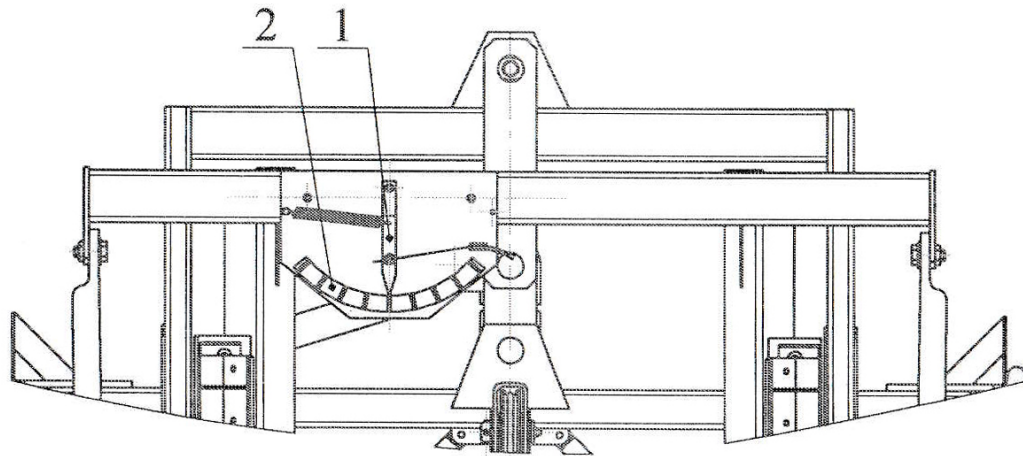

Рис. 7.1
При роботі на місцевості з рівним рельєфом стрілка (1, рис. 7.1) має бути на середній позначці шкали (2). При роботі на місцевості з іншим рельєфом виставити штангу паралельно рельєфу за допомогою гідросистеми високого тиску. При складанні штанги у транспортне положення за допомогою важеля гідророзподільника виставити штангу так, щоб стрілка (1) знаходилась у середньому положенні.